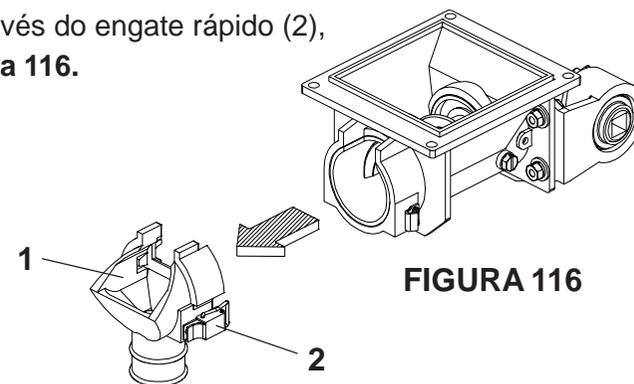

FIGURA 116
1 - Retire o bocal (1), através do engate rápido (2), **conforme mostra a figura 116.**